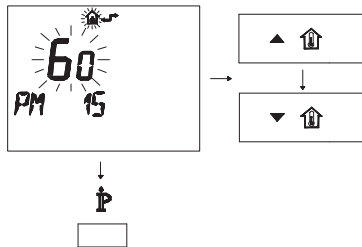

Figura 5.34
- Modificare il SET programmato agendo sui pulsanti ▲⏮ o ▼⏮ fino a visualizzare un **set di 60**, aspettare che il numero programmato cominci a lampeggiare (Figura 5.34)